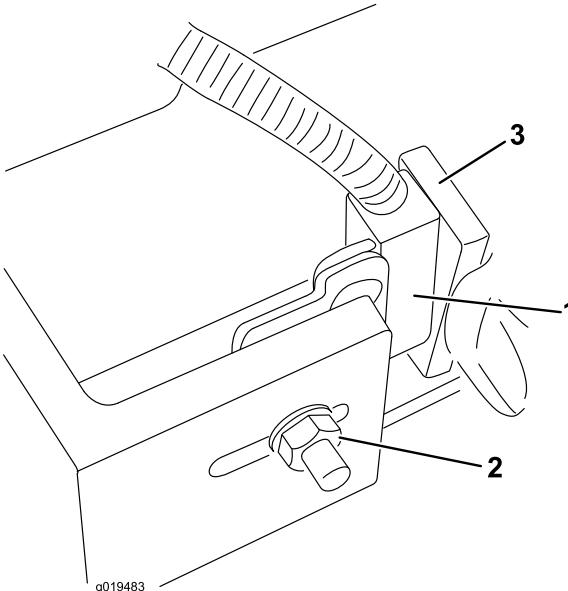

Figura 80
2. Desaperte a porca do parafuso de carroçaria que está a fixar o suporte do interruptor do braço de elevação aos braços de elevação n.ºs 4, 6 ou 7 (Figura 80).